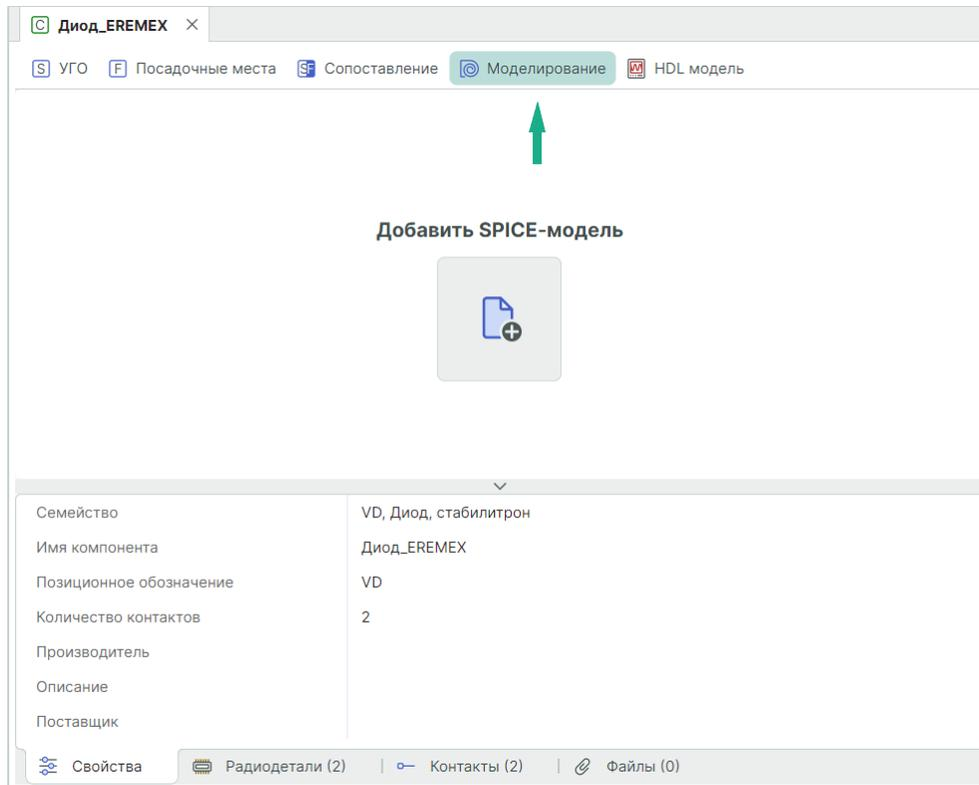

Рис. 300 Переход к созданию SPICE-модели компонента
1. Перейдите на вкладку «Моделирование», см. Рис. 300.